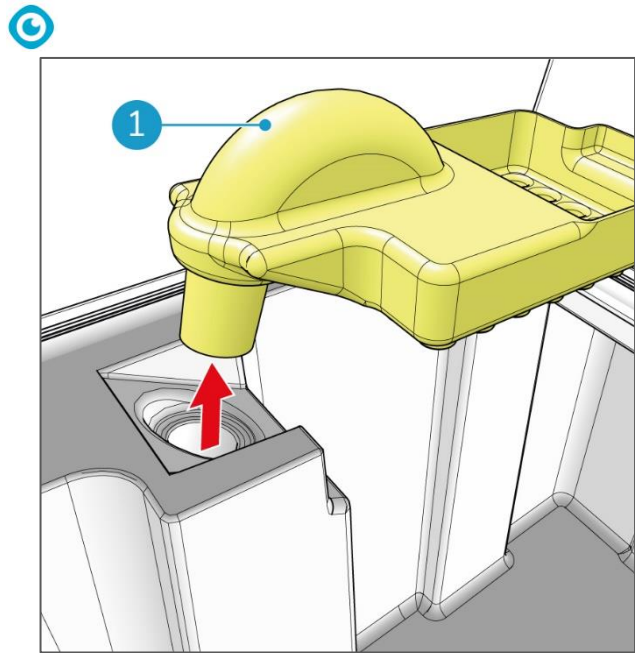

Figura 66
8. Saca la entrada de agua de recuperación (Figura 66, pos. 1).